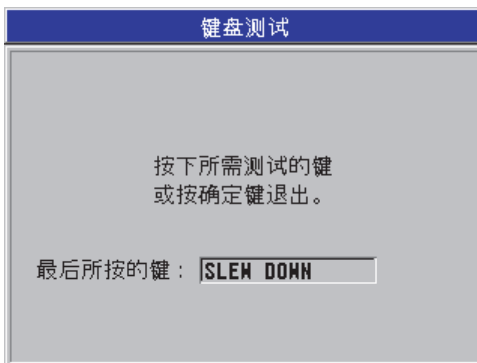

图 12-2 键盘测试屏幕
4. 选择**键盘测试**后，在**键盘测试**屏幕中（参见第 197 页的图 12-2），执行以下步骤：